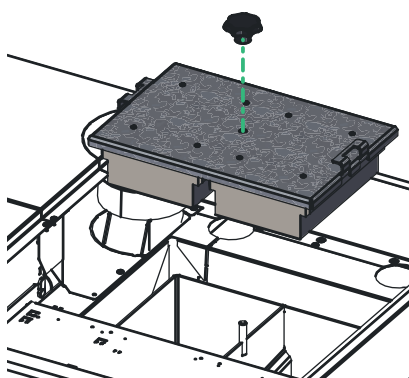

Fig. 49 V Svitare il collegamento a vite e estrarre il coperchio
- ▶ Ruotare il collegamento a vite sul coperchio e rimuovere il coperchio – Fig. 49.